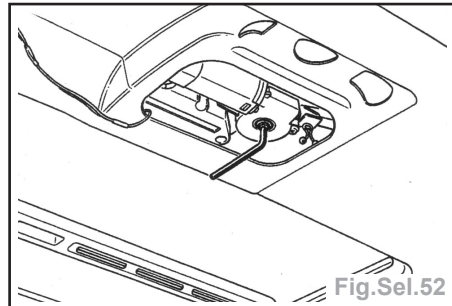

Fig.Sel.52
- Fermer le toit manuellement à l'aide d'une clé à 6 pans de 4 mm jusqu'à amener le panneau mobile en butée sans forcer (Fig.Sel.52).